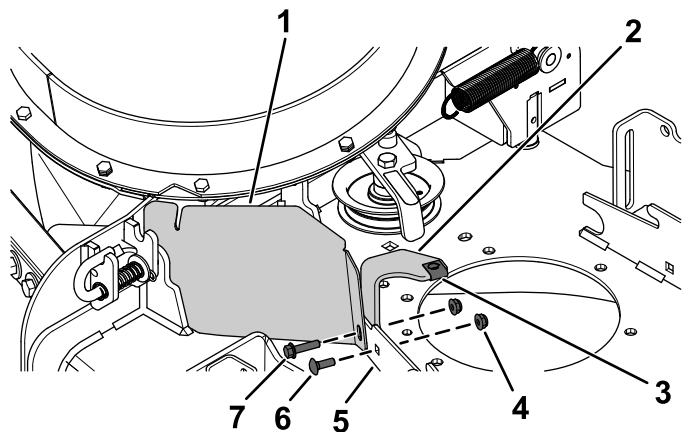

Figura 7
- Allineate i fori della puleggia CE al foro nella staffa del deflettore anteriore e al foro esterno nella flangia della scocca anteriore (Figura 7).
- Allineate la staffa del copricinghia CE (se non montata in precedenza) con i fori sul lato posteriore della flangia del piatto anteriore (Figura 7).
- Fissate la protezione della puleggia CE e la staffa del copricinghia (se non montata in precedenza) alla flangia del piatto anteriore nel foro esterno utilizzando 1 bullone a testa esagonale (1/4" x 1") e 1 dado di bloccaggio (1/4") come illustrato nella Figura 7.
1 bullone a testa tonda ($\frac{1}{4}$ " x $\frac{3}{4}$ ") e 1 dado di bloccaggio ($\frac{1}{4}$ ") come illustrato nella **Figura 7**.
5. Allineate il dado a graffetta con il foro nella parte superiore della staffa del copricinghia CE e premetelo sulla staffa (**Figura 7**).